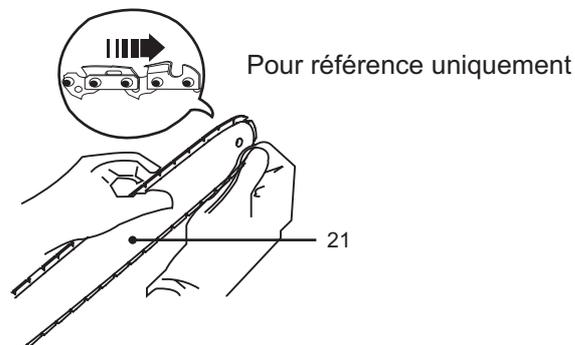

Fig. 7
- > Étendez la chaîne de la tronçonneuse [25] en dehors avec le tranchant de la chaîne pointant dans le sens de rotation et faites glisser la chaîne dans la rainure autour du guide-chaîne [21]. (Fig. 7)